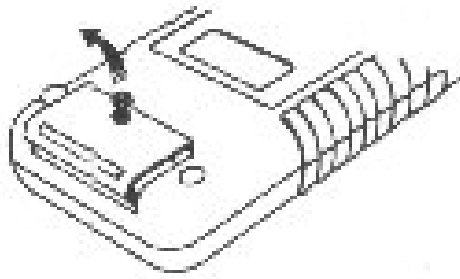

FIG.1
- Svitare la vite per aprire il compartimento portapila (FIG. 1)